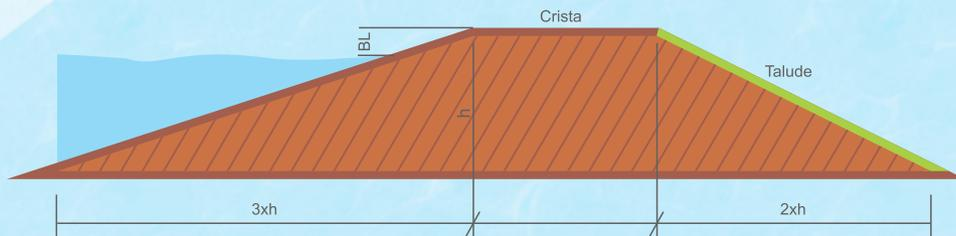

Figura 3
O talude deve apresentar proporção de 3:1 na borda interna do viveiro e 2:1 na borda externa do viveiro. A largura da crista (L) deverá ser de 2,0 a 3,0 m quando não for necessária a passagem de veículos ou de 5 m para haver circulação de veículos (*Figura 3*).